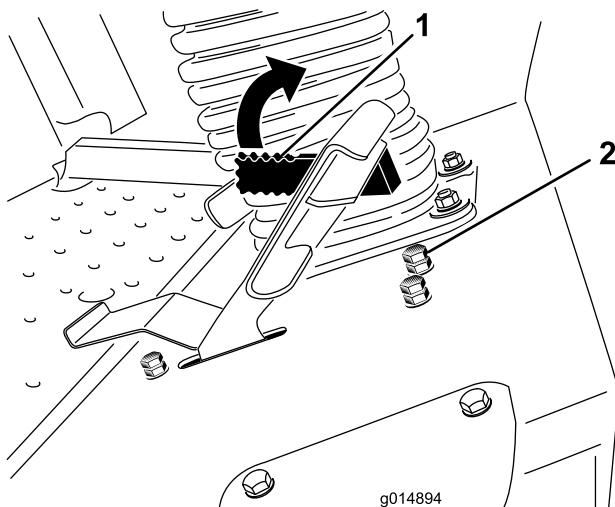

Figure 51
Le levier limiteur de vitesse (Figure 51) peut être basculé en avant pour limiter la vitesse de déplacement pendant la marche.
3. Desserrez l'écrou de blocage sur le boulon d'arrêt du limiteur de vitesse (Figure 51).